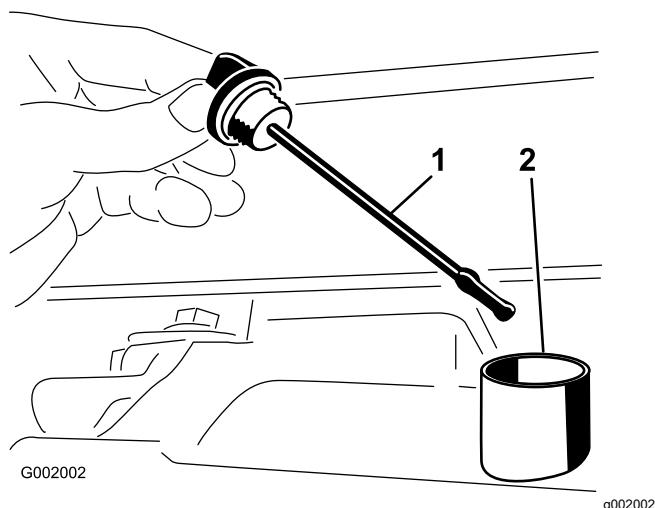

Figura 54
2. Scoateți joja din cutia de viteze și tergeți-o cu o lavetă curată (Figura 54).